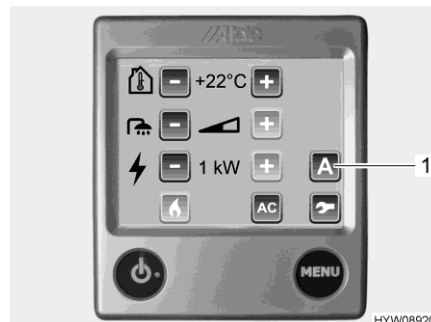

Fig. 166 Menu delle impostazioni (ventola aggiuntiva)
La ventola aggiuntiva viene azionata tramite la centralina di controllo (Fig. 166) del riscaldamento ad acqua calda.
- Premere il pulsante "A" (Fig. 166,1). Vengono visualizzate le funzioni.